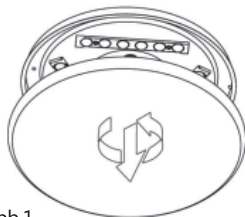

Abb.1
- fig. 1:** rimuovere la cupola dalla piastra di base (sistema di bloccaggio a baionetta).
- Abb. 1:** Entfernen Sie die Kuppel von der Grundplatte (Bajonettverriegelung).
1. **Fig. 1:** Verwijder de koepel van de basisplaat (bajonetsluiting).